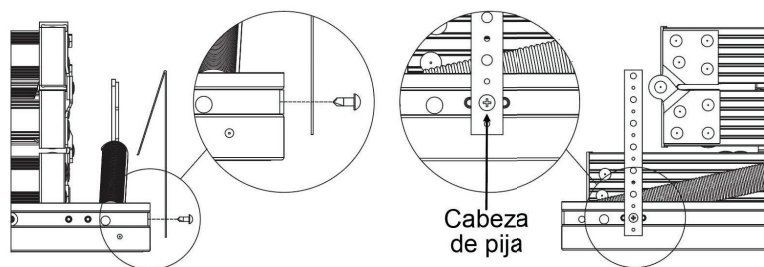

Figura 4 Instalación de correas metálicas
C. Desdoble las correas metálicas de 14". Coloque un tornillo autorroscable a través del orificio de la correa de 1/4" de diámetro (orificio grande). Posicione una correa metálica contra el costado del marco de aluminio y entre los dos remaches como se muestra en la Figura 4 y 4.1. Sujete la correa metálica de forma segura para evitar la rotación de está mientras atornilla el sujetador en el marco de aluminio.